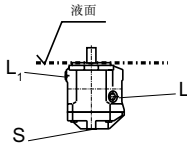

图1
- a) 当油箱的最低液面和泵的安装法兰面同高或更高时，将“L”、“L1”和“S”口打开；(如图1)。